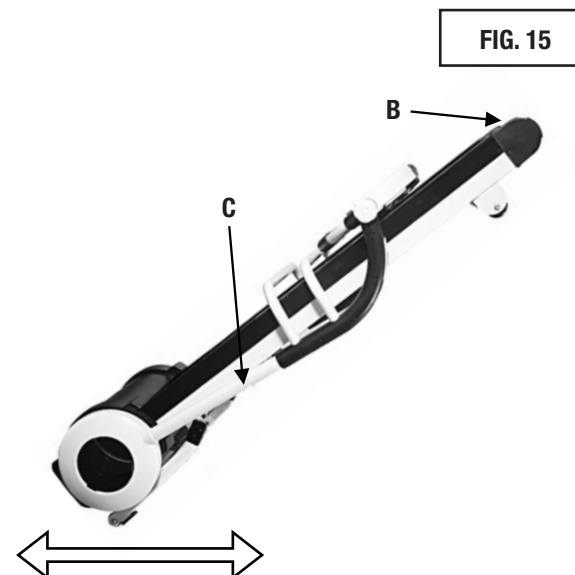

FIG. 15
- Quindi piazzarsi dietro al piano di corsa e afferrare con entrambe le mani le estremità laterali B (Fig. 15).
- Sollevare il piano di circa 45° C (Fig. 15), facendo forza sulle gambe per evitare dolori lombari, fino a portare in appoggio sulle ruote di spostamento la parte anteriore del tappeto. Per spostare il tappeto spingerlo in avanti o indietro, direzionandolo con le braccia.